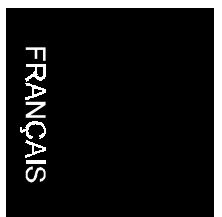

**Figure 8 : définition du répertoire**
4. Sélectionnez le répertoire pour l'installation du programme (Figure 8) et cliquez sur 'Next' pour continuer l'installation. La Figure 9 est affichée quelque temps plus tard.